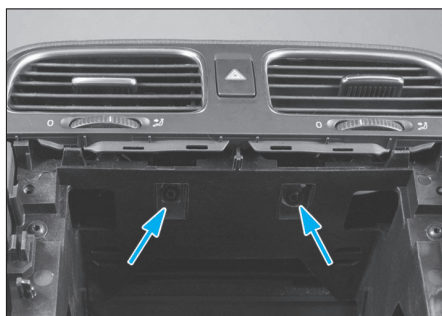

Fig. 10
- les deux vis du diffuseur central (Fig.10).